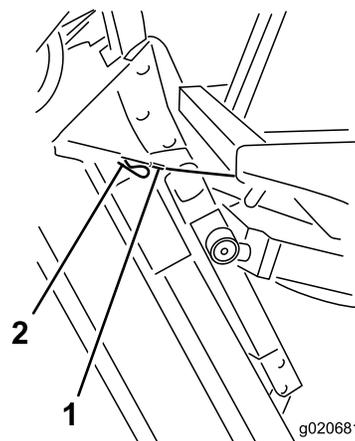

Рисунок 105
6. Удерживая деку газонокосилки в вертикальном положении, установите конец троса на штифт подъемного рычага деки газонокосилки и зафиксируйте его игольчатым шплинтом (Рисунок 105).